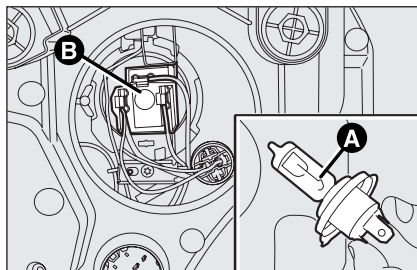

Abb. 19
FERNLICHTER/ ABBLENDLICHTER Abb. 19
- ☐ den mittleren Steckverbinder **B-fig. 19** abziehen und die Feder der Lampenhalterung lösen;